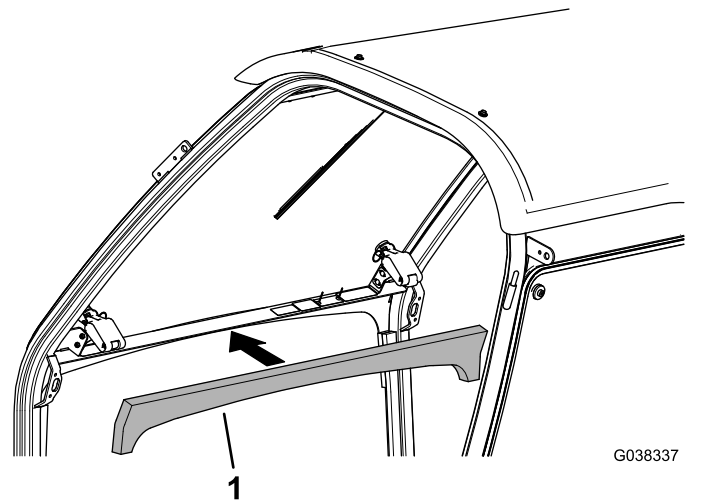

Figura 10
4. Instale la junta de espuma delantera **si no está instalada** (Figura 10).